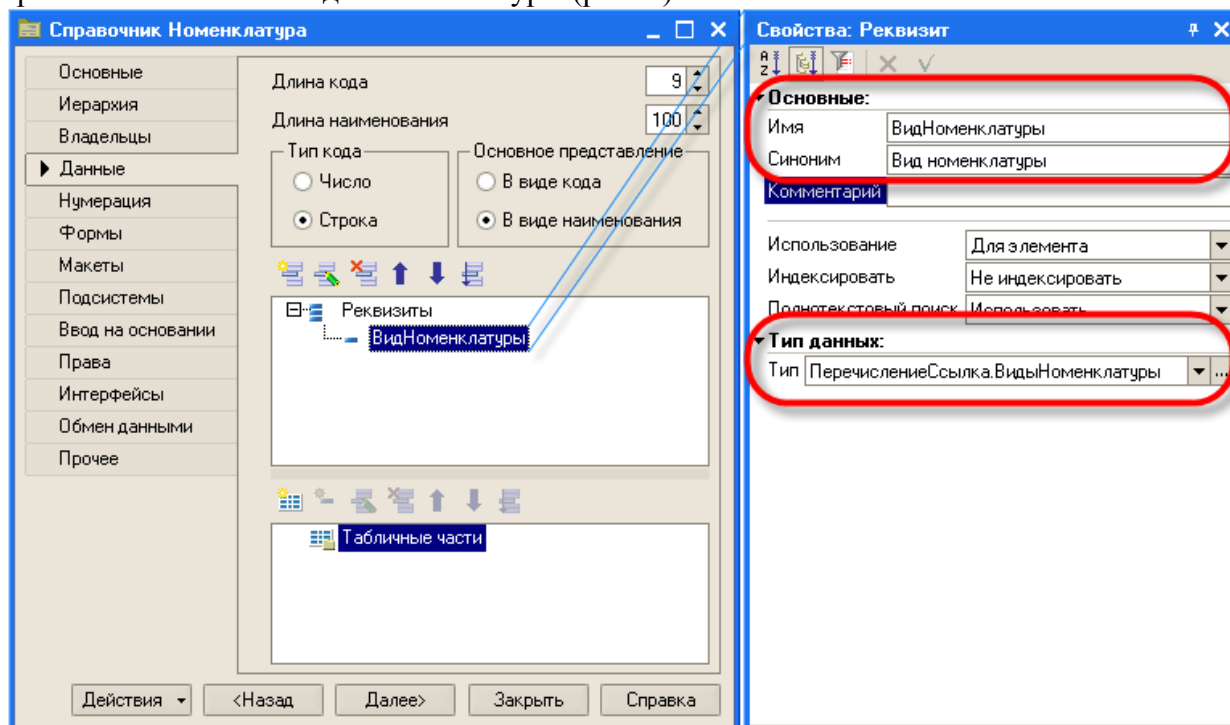

Рис. 2. Данные справочника «Номенклатура»
3. Затем добавьте в справочник Номенклатура новый реквизит ВидНоменклатуры с типом ПеречислениеСсылка.ВидыНоменклатуры (рис. 2).